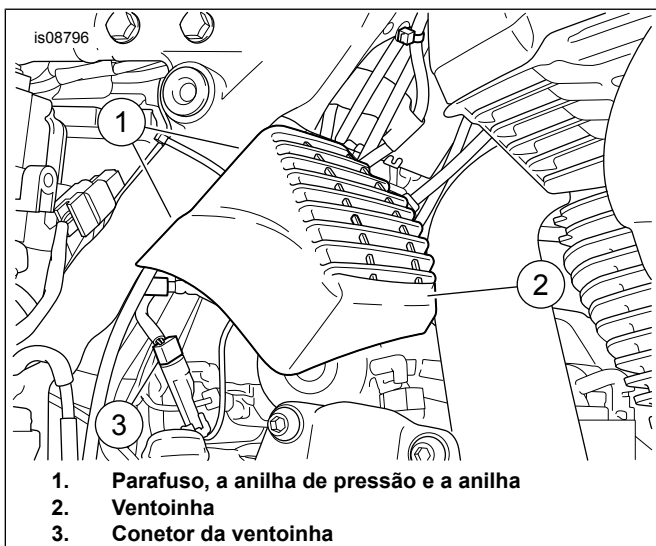

Figura 2. Posicionar a ventoinha
2. Ver a Figura 2.. Posicionar o conjunto da ventoinha. Desde a área do suporte da bateria, instalar os parafusos (1), a anilha de pressão (2) e as anilhas planas (3). Aperte com um binário de: